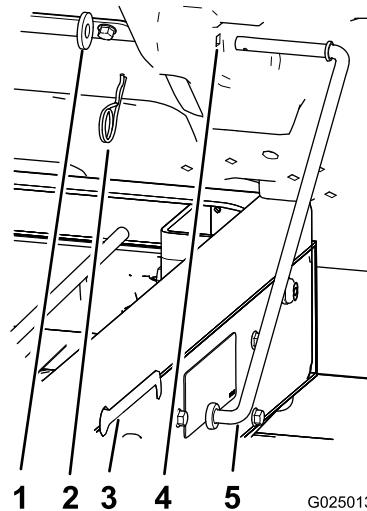

Figura 12
- Rimuovete la coppiglia e la rondella che fissano l'asta di supporto al lato inferiore del pianale (Figura 12).
- Fate scorrere l'asta di supporto in avanti per toglierla dalla staffa sul telaio (Figura 12).